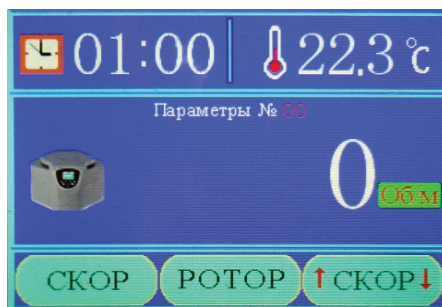

Рисунок 3
- 7.7. При включении питания отображается экран, на котором с помощью кнопок ▲ и ▼ можно выбрать ранее сохранённый набор рабочих параметров (Рисунок 3). Набор включает в себя следующие параметры: